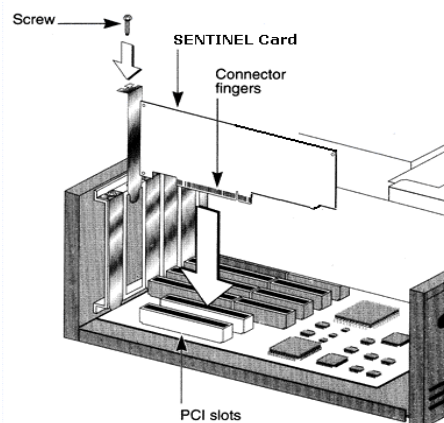

Figura 1 – Instalación de la Tarjeta SENTINEL
6. Cuidadosamente inserte la Tarjeta SENTINEL en la ranura de la placa madre como lo muestra la Figura 1.